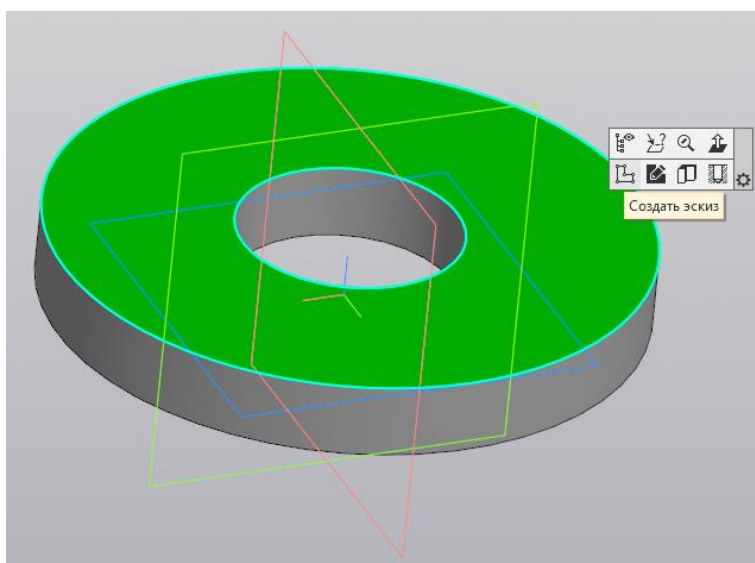

Рисунок 6 – Поверхность для построения нового эскиза
1.3.2 Выберите плоскость верхнего основания как плоскость построения второго эскиза (рис. 6.).